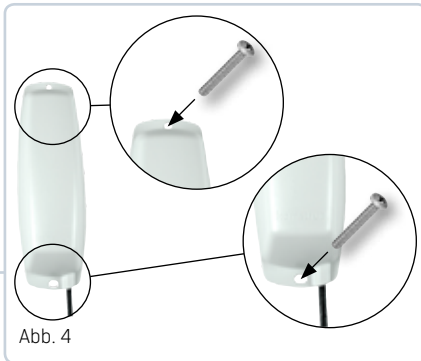

Abb. 4
Step 1: Place the antenna inside the wall mount (figure 4) and attach to wall or floor joist with provided screws. Proceed to Step 2 if this completes the wall mount. If you must drill a hole to pass the cable through, use the following instructions.
Stufe 1: Die Antenne im Wandbeschlag anbringen (Abb. 4) und mittels der mitgelieferten Schrauben an Wand oder Deckenbalken festmachen. Gehen Sie zu Stufe 2, wenn die Wandmontage dadurch beendet wird. Lesen Sie weiter, wenn Sie ein Loch zur Kabeldurchführung bohren müssen.